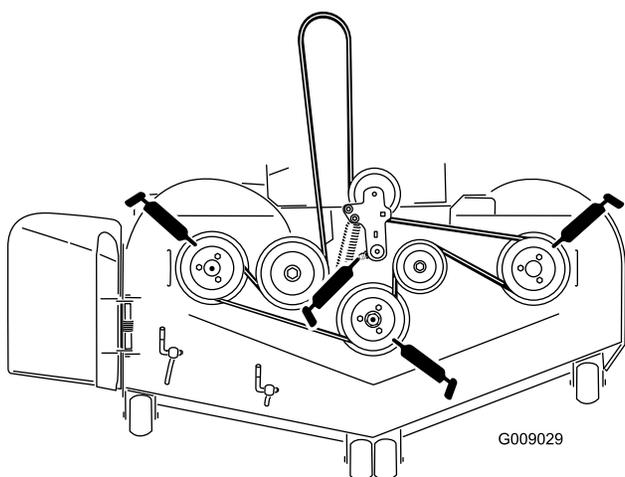

Figure 40
3. Graissez le pivot de la poulie de tension du tablier de coupe jusqu'à ce que la graisse ressorte par le bas (Figure 40).
4. Graissez les graisseurs sur le côté des 3 roulements d'axes jusqu'à ce que la graisse ressorte par le bas (Figure 40).
5. Graissez le bras de la poulie de tension de la courroie d'entraînement (Figure 40).